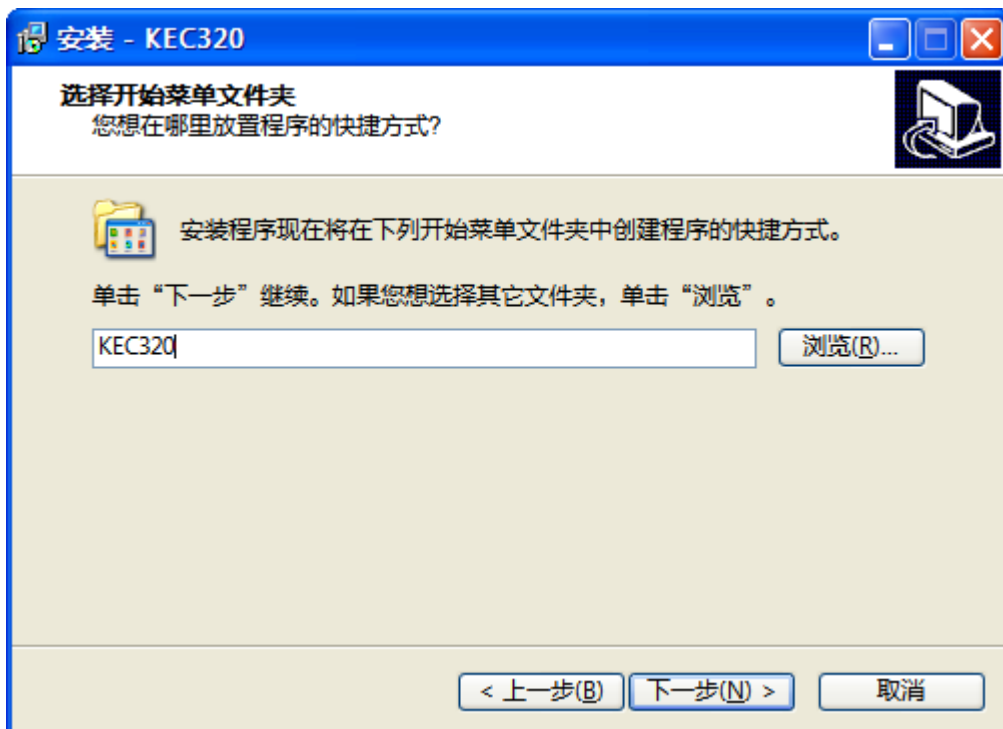

图 2.4 选择开始菜单文件夹
3) 选择组态软件的快捷方式安装在开始菜单文件的目录，如图 2.4 所示。